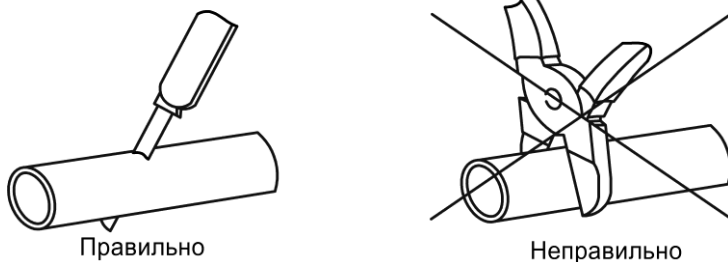

Рис. 7.8 – Отрезка трубопровода перед установкой.
7.5.3 При монтаже топливопроводов перегибы соединительных муфт недопускаются. При монтажных работах отрезку топливопровода производить только острым ножом согласно рис. 7.8. На местах среза не допускаются сужение проходного сечения топливопровода, вмятины и заусенцы.